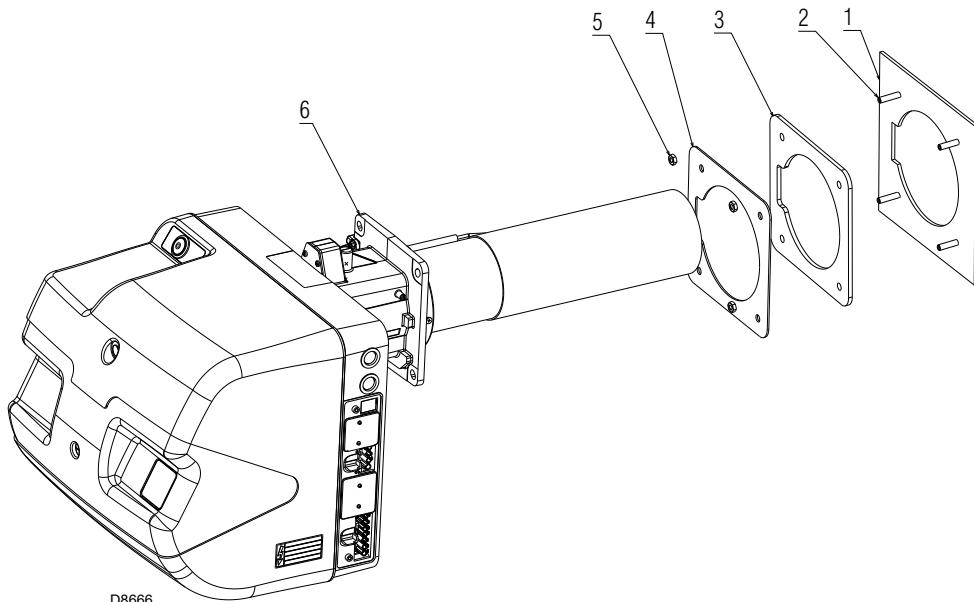

Abb. 12
- Schrauben Sie die Stiftschrauben 2)(Abb. 12) an die Platte des Heizkessels 1)(Abb. 12).
- Positionieren Sie die feuerfeste Dichtung 3 (Abb. 12) und die Dichtung aus Silikongummi 4)(Abb. 12).
- Befestigen Sie den Flansch 4)(Abb. 12) an der Platte des Heizkessels und ziehen Sie die Muttern 5)(Abb. 12) fest.